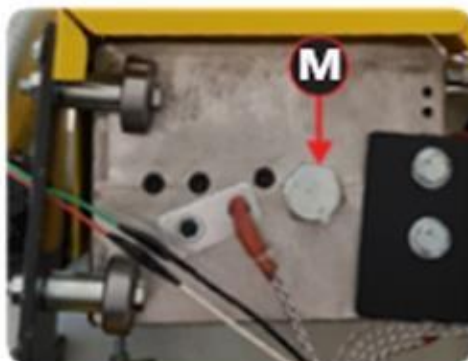

Figura 25 - Bujão de sangria
- Retire o parafuso M, **Figura 25**, localizado na parte inferior do coleiro. Deve-se tomar cuidado com este procedimento visto que o coleiro estará quente, o que é necessário para liberar a porca.